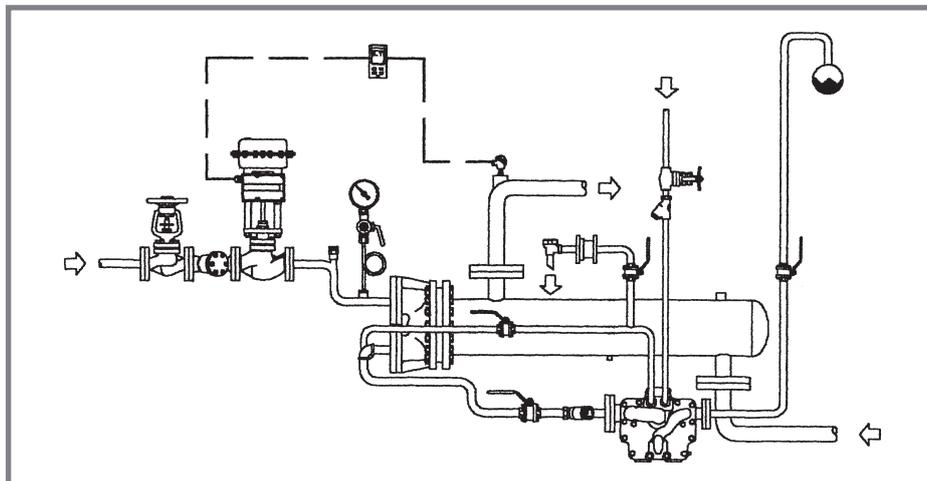

Fig. 8
4.6.4 Sugli impianti più grandi è consigliato non usare la valvola rompivoto. Inoltre se il condensato arriva oltre un certo livello sopra lo scaricatore una valvola rompivoto non è sufficiente a consentire il drenaggio del sistema. In queste condizioni deve essere utilizzato un sistema con scaricatore e pompa o una pompa scaricatore. Una pompa-scaricatore (APT14) agisce come uno scaricatore se c'è sufficiente pressione del vapore da superare la contropressione. Se così non è agisce come una pompa (Fig. 8).